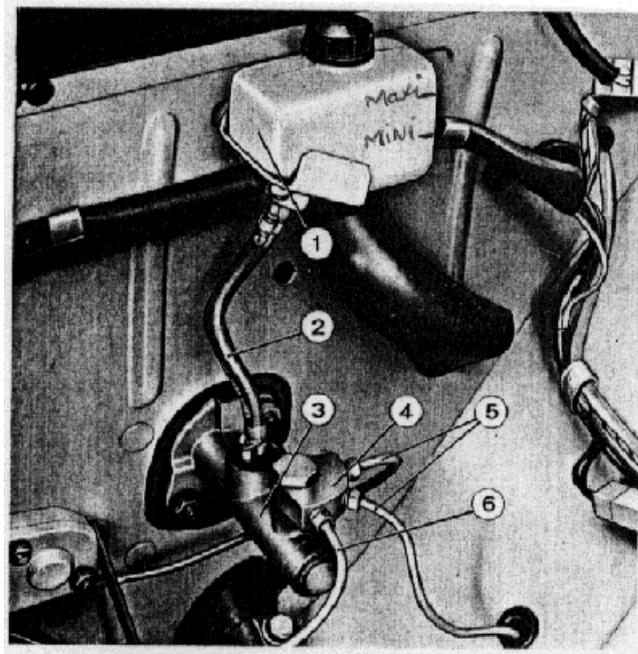

Fig 1. Réservoir et maître-cylindre de freins.
- vérifier le niveau sur le réservoir du liquide (1)
- le niveau doit être entre le mini et le maxi (fig1)